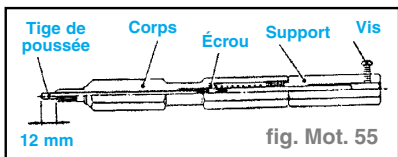

fig. Mot. 55
- Vérifier que la tige de poussée de l'outil spécial dépasse bien de **10 mm** du bord du corps de l'outil spécial. (fig. Mot. 55)